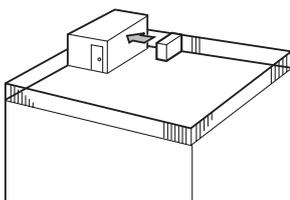

Fig. 2-4
- ① Direcione a saída de ar para a parede mais próxima a uma distância de cerca de 500 mm. (Fig. 2-4)